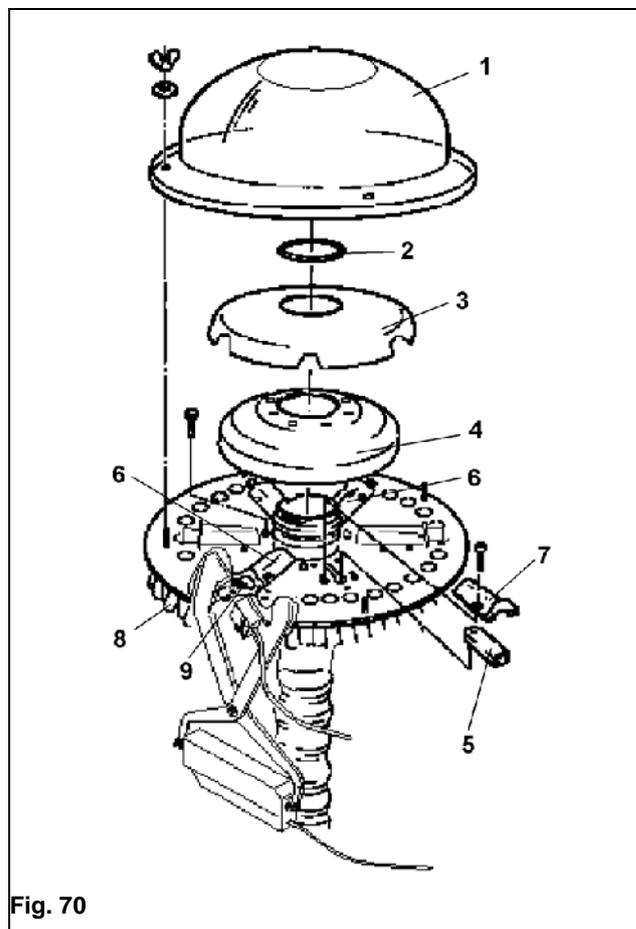

Fig. 70
A la livraison de votre machine, les socs jalonneurs (ne devant pas semer) sont réglés de manière à correspondre aux données que vous aurez fournies concernant la voie du tracteur que vous utiliserez. Si par la suite, vous faites l'acquisition d'un nouveau tracteur, il est indispensable de régler les socs jalonneurs sur la nouvelle voie du tracteur et pour ce faire de modifier l'ordonnancement des descentes d'alimentation (Fig. 70/8) au niveau de la tête de distribution. Vérifiez que les socs jalonneurs sont fixés sur les sorties qui peuvent être fermées par les clapets (Fig. 70/9).
- Démontez le capot extérieur de distribution (Fig. 70/1)
- le joint torique (Fig. 70/2)
- le capot intérieur de distribution (Fig. 70/3) et
- la garniture en mousse (Fig. 70/4).
Vous pouvez monter jusqu'à 6 clapets. Deux clapets (Fig. 70/6) doivent être montés sur la plaque de base les uns en face des autres. Pour monter et démonter un clapet (Fig. 70/5), il faut enlever le tunnel de clapet (Fig. 70/7).
Les clapets non utilisés (Fig. 70/1) doivent être simplement placés retournés dans les trous (Fig. 70/2) (position rangée).